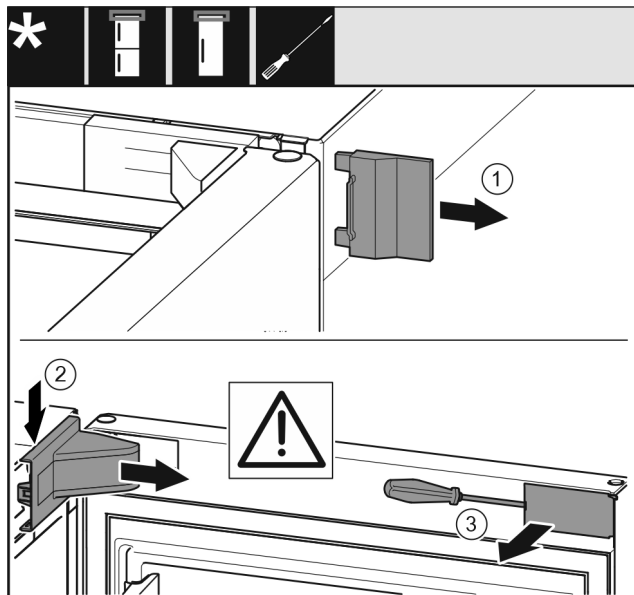

Fig. 7
- Fjern det ytre dekselet. Fig. 7 (1)
- Frigjør og løsne lagerbukkdekselet. Ta av lagerbukkdekselet. Fig. 7 (2)
- Klikk ut panelet og sving det til side med en skrutrekker. Fig. 7 (3)